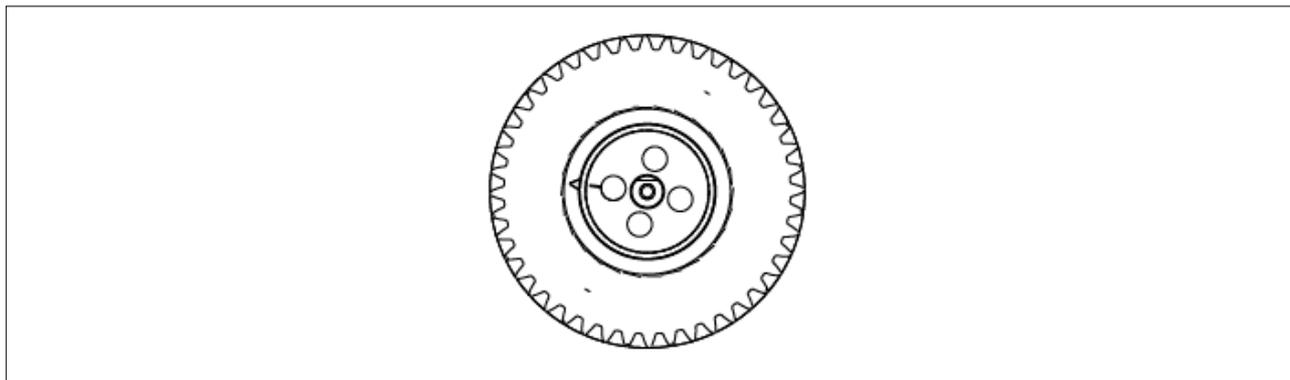

Рис. 5.85 Сборочная метка промежуточной шестерни
2. Установить направляющий стакан на промежуточную шестерню, соблюдая соответствие прямой метки и V-образной метки на шестерне (ход шестерни при этом свободный, стаканом не блокируется). См. рисунок 5.85. Учсть, что при установке шестерни коленчатого вала на дизельном двигателе 1-ый цилиндр должен находиться в положении ВМТ (двигатель в положении масляным поддоном вверх)